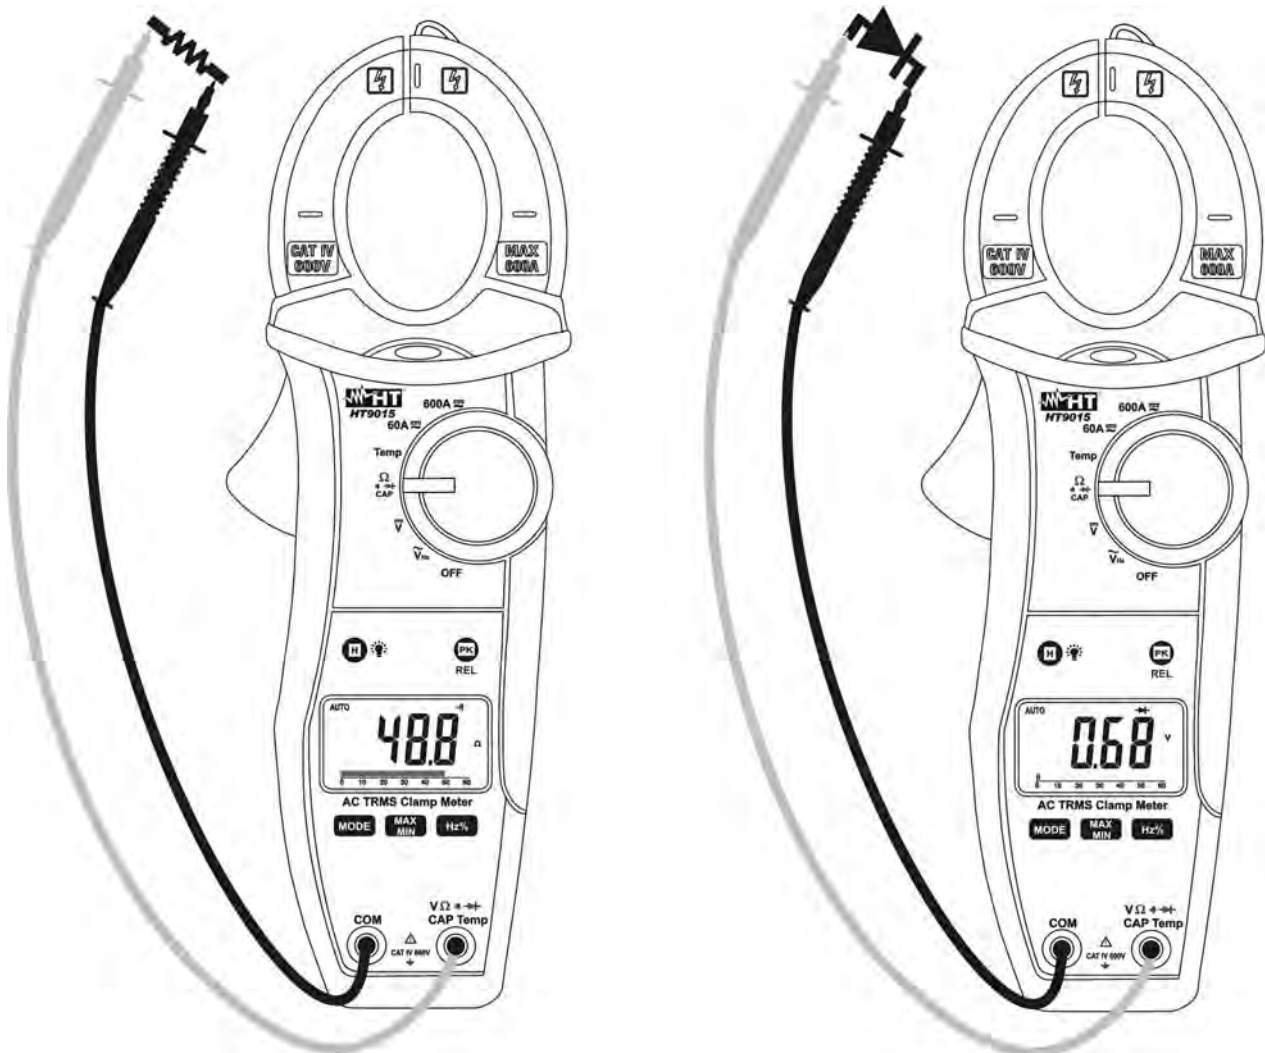

Fig. 6: Uso della pinza per Test Continuità e Prova Diodi
3. Inserire il cavo rosso nel terminale di ingresso  $V \Omega \rightarrow \text{CAP Temp}$  e il cavo nero nel terminale di ingresso **COM** ed eseguire il test di continuità sull’oggetto in prova (vedere Fig. 6 – parte sinistra). Il cicalino emette un segnale acustico quando il valore della resistenza misurata è inferiore a circa  $60 \Omega$
5. Connettere il puntale rosso all’anodo del diodo e il puntale nero al catodo in caso di misura di polarizzazione diretta (vedere Fig. 6 – parte destra). Invertire la posizione dei puntali in caso di misura di polarizzazione inversa